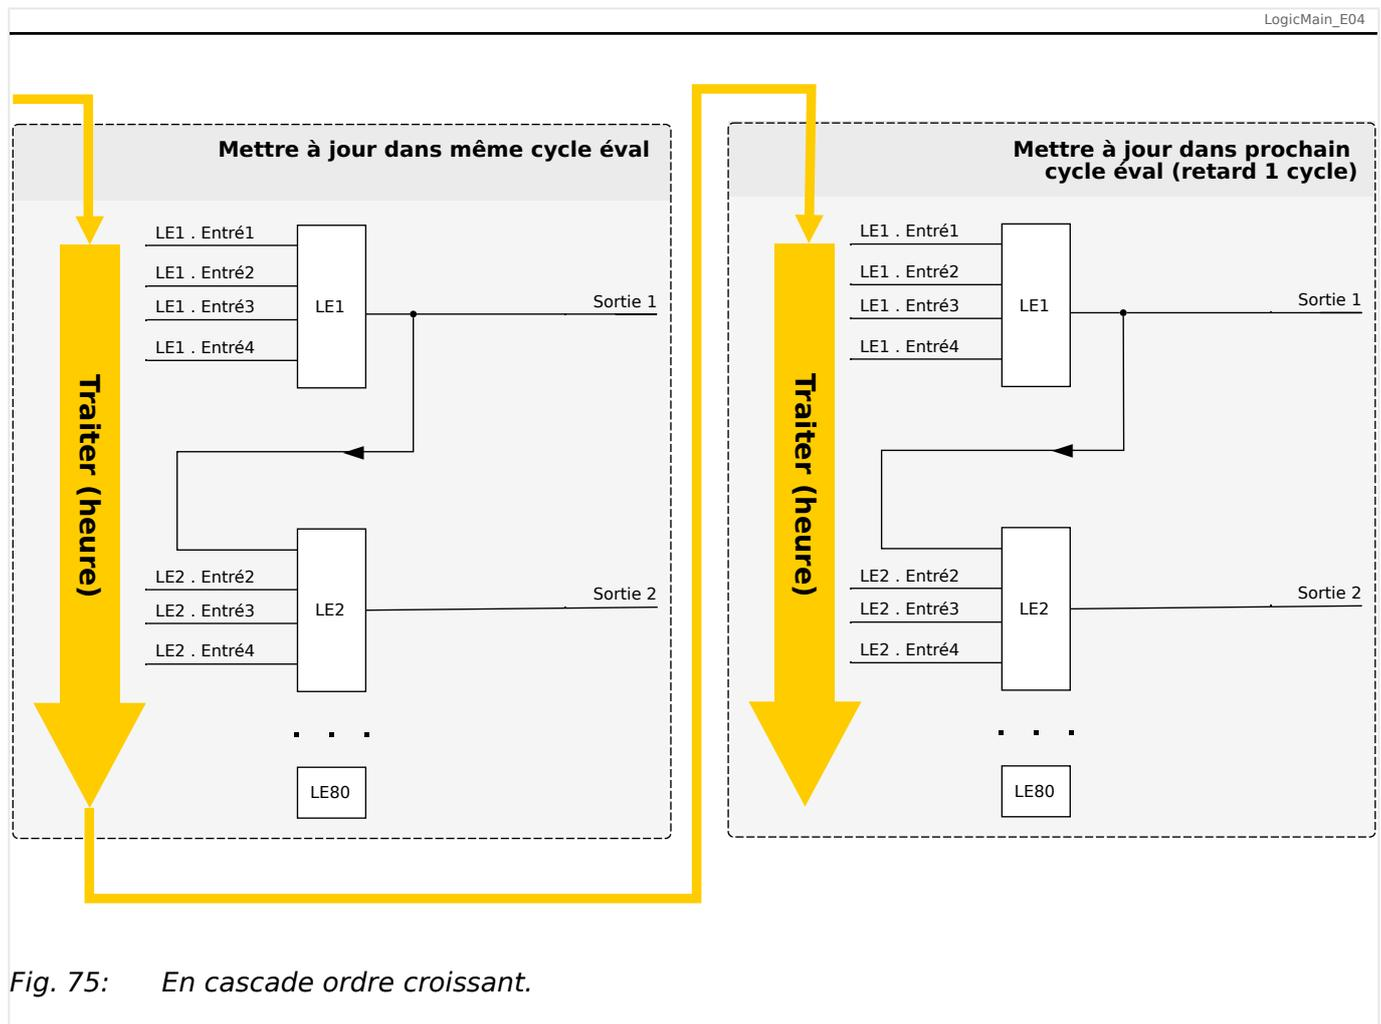
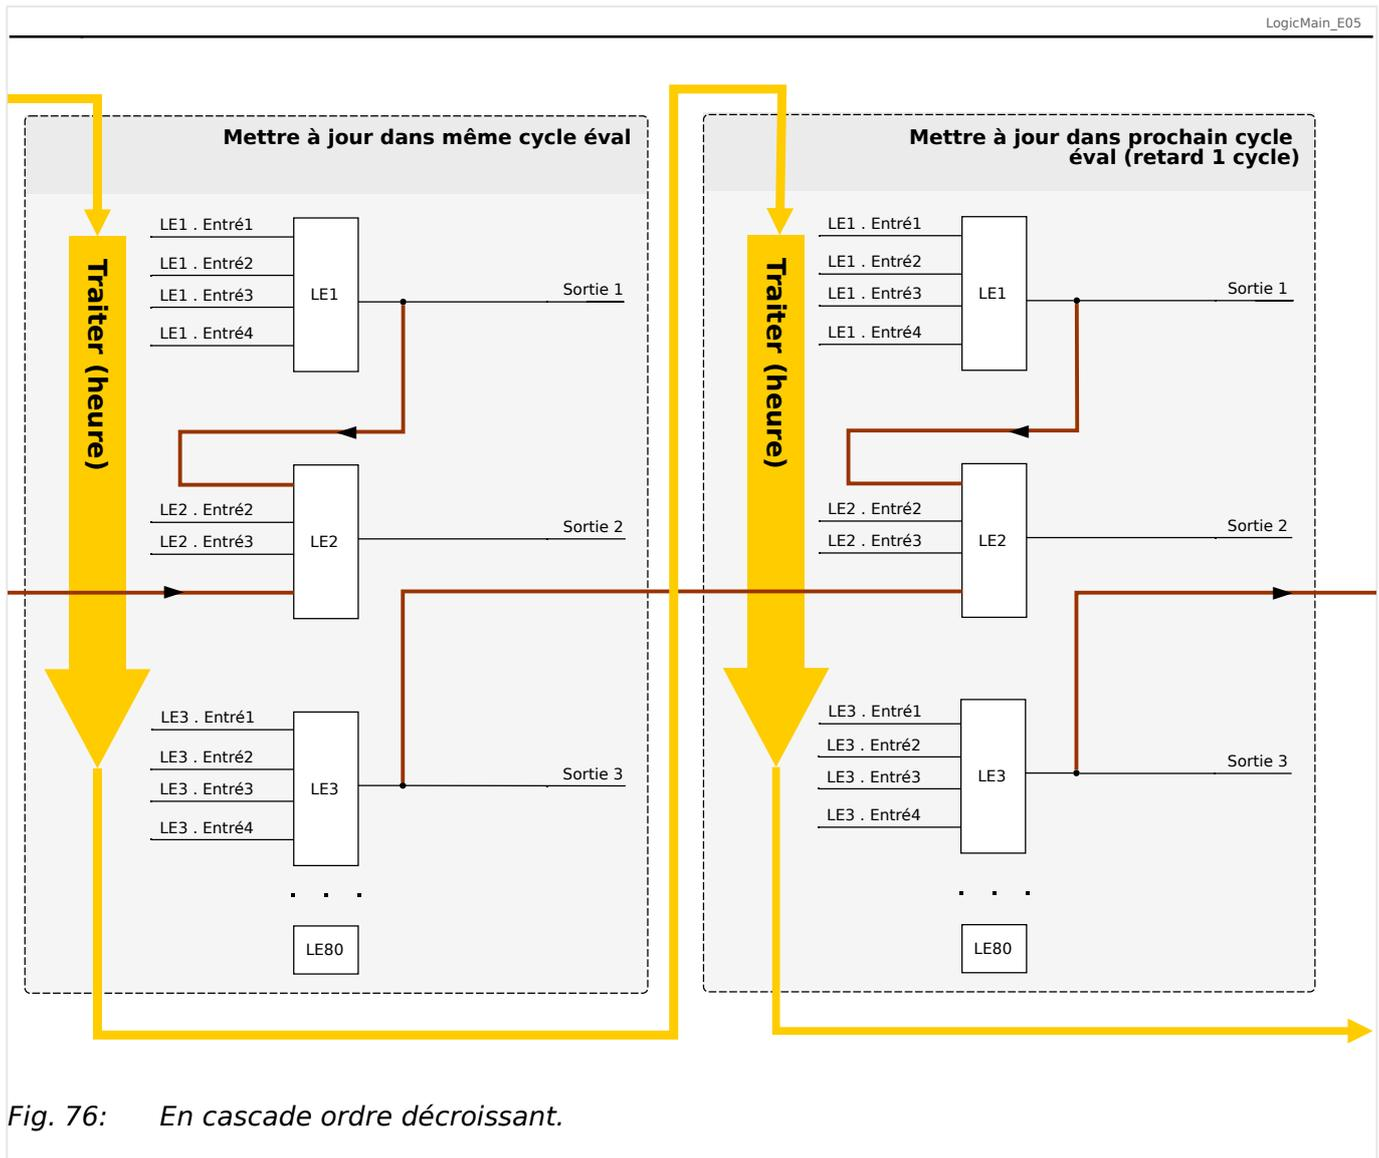

Fig. 75: En cascade ordre croissant.
Fig. 76: En cascade ordre décroissant.
- Dans une séquence **ascendante**, certaines sorties sont injectées en entrée dans une équation logique portant un numéro **plus élevé**. Par exemple, le schéma  Fig. 75 ci-dessous indique que le résultat de l'équation logique LE1 est utilisé en tant qu'entrée de l'équation logique LE2.
- Dans une séquence **descendante**, certaines sorties sont injectées en entrée dans une équation logique portant un numéro **plus bas**. Par exemple, le schéma  Fig. 76 indique que le résultat de l'équation logique LE3 est utilisé en tant qu'entrée de l'équation logique LE2.
Les séquences ascendantes et descendantes peuvent être utilisées et combinées les unes avec les autres, sans différence immédiate. Toutefois, en raison de l'évaluation de toutes les équations par ordre ascendant, les valeurs de temps de fonctionnement réelles qui sont injectées en entrée d'une équation auront un « âge » différent, comme on peut le voir dans  Fig. 75 et  Fig. 76 ci-dessous.
Dans l'exemple présenté dans  Fig. 76 ci-dessus, l'équation logique « 2 » utilise les états de sortie de deux autres équations, les équations logiques « 1 » et « 3 ». Le résultat de l'équation logique « 1 » est utilisé dans l'ordre ascendant. Il a par conséquent été évalué au cours du même cycle de traitement. Le résultat de l'équation logique « 3 » est utilisé dans l'ordre descendant. Il a par conséquent été évalué au cours du cycle de traitement précédent.